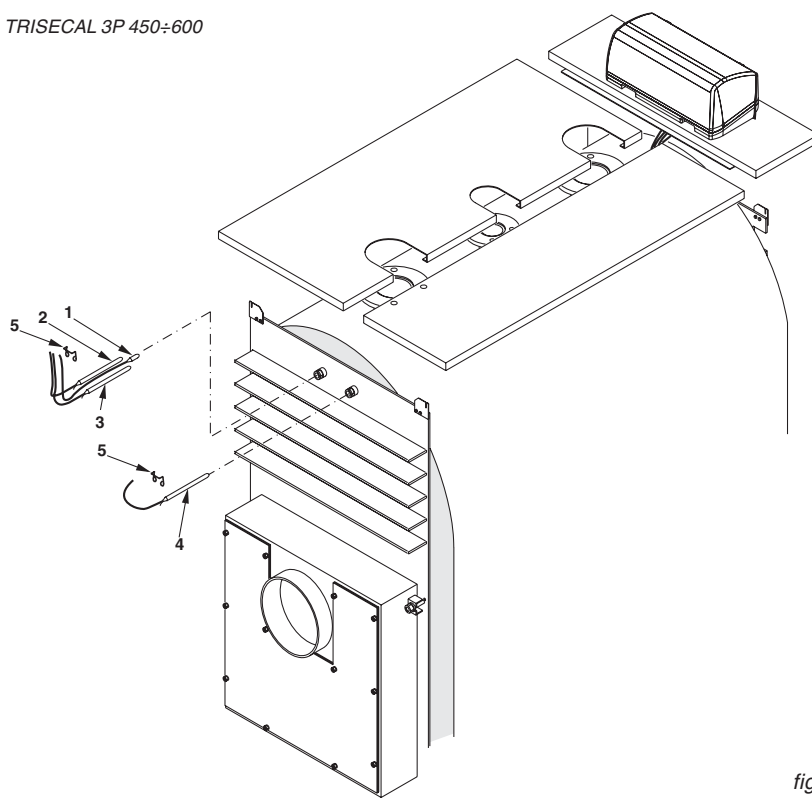

fig. 13
M) Insérer les sondes des thermostats dans les doigts de gant situés sur l'arrière de la chaudière (au-dessus de la boîte à fumées) (voir fig. 13).